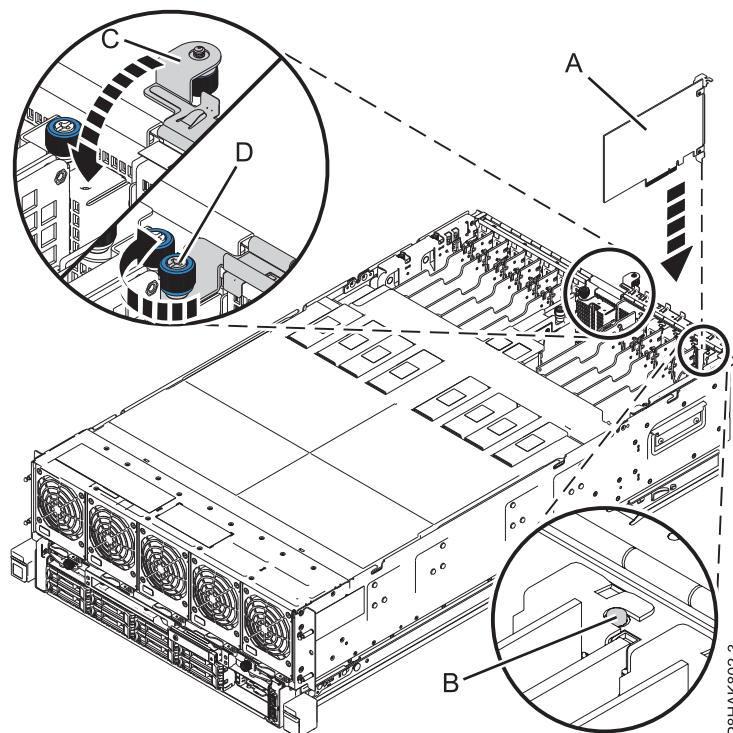

図 28. 8408-44E または 8408-E8E システムでのPCIe アダプターの取り付けまたは再取り付け
7. アダプターの上端またはテール・ストックを注意深く握り、図に示すように、システム・バックプレーン (A) のスロットとそのコネクタにアダプターを位置合わせします。図 28
9. テール・ストックの切り欠きがシステム・シャーシのピンとかみ合ったことを確認します。図 28 の (B) を参照してください。
10. 入出力保持ブラケット (C) を下方に回転させ、拘束つまみねじ (D) をシステム・シャーシに固定されるまで締めて、入出力保持ブラケットを閉じます。『図 28』を参照してください。